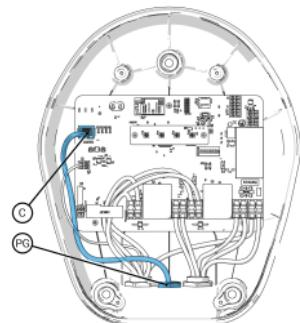

Fig. 4a
12. Connecter le terminal RJ45 nouvellement monté à la prise RJ45 à gauche de la carte (C) de la borne (Figures 4a, 4b, 4c, 4d, 4e, 4f, 4g, 4h, 4i, 4l et 4m).